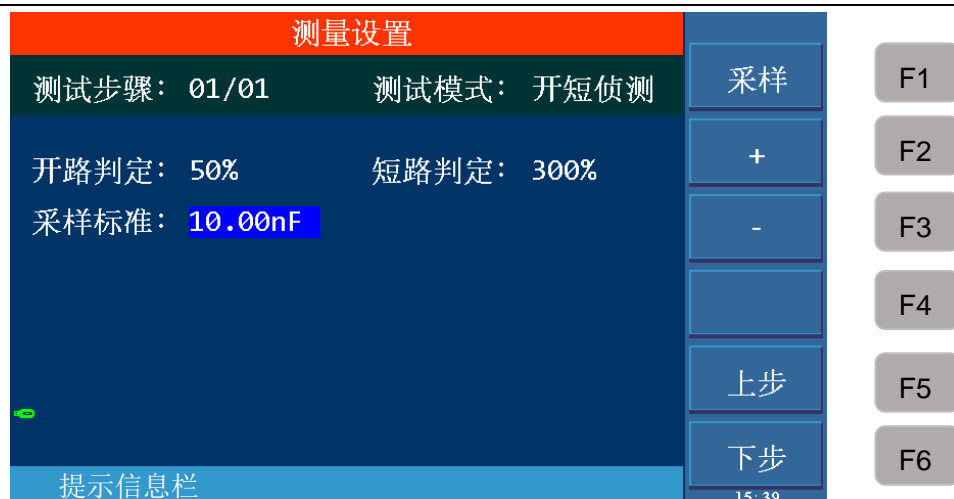

图 4-15 采样标准设置
**采样标准：**将光标移到采样标准处，如图 4-15 所示。可通过数字键输入标准值，按【ENTER】确认。也可通过按图中【F1】键进行采样。按下 F1 键之后，仪器进入标准值采样状态，采样时仪器输出 100V 的频率 600HZ 的交流信号，在 1s 内获得流过被测件的电流。（采样时有电压输出，注意安全）。仪器显示的电容值并不是实际电容值，而是采样到的电流经阻抗转换后的值，应该与测试端间实际安装的电容值近似。